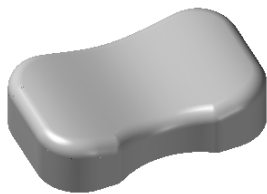

图 12.5.2 零件模型
Step2. 进入加工环境。选择下拉菜单 **机床类型(M)** → **铣床(M)** → **默认(O)** 命令，系统进入加工环境，此时零件模型如图 12.5.2 所示。